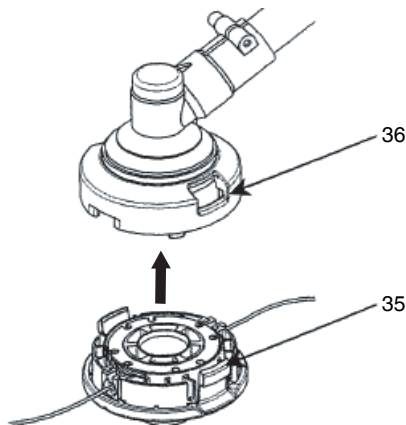

Fig. 41
- (6) Placez le couvercle sur le boîtier de façon à ce que les attaches de blocage (35) sur le boîtier rencontrent les longs trous (36) sur le couvercle. Ensuite, appuyez bien sur le boîtier jusqu'à ce qu'il s'enclenche. (Fig. 41)